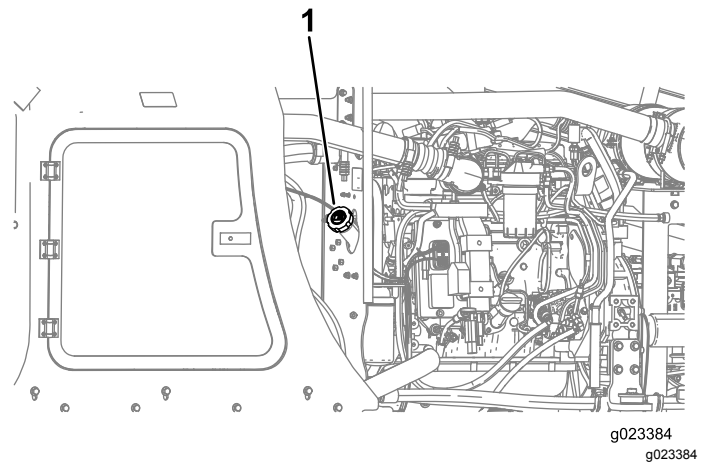

Bild 37
3. Nehmen Sie den Tankdeckel vom Kraftstofftank ab (Bild 37).